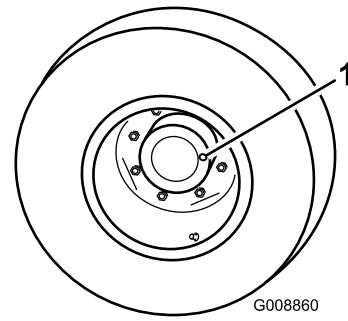
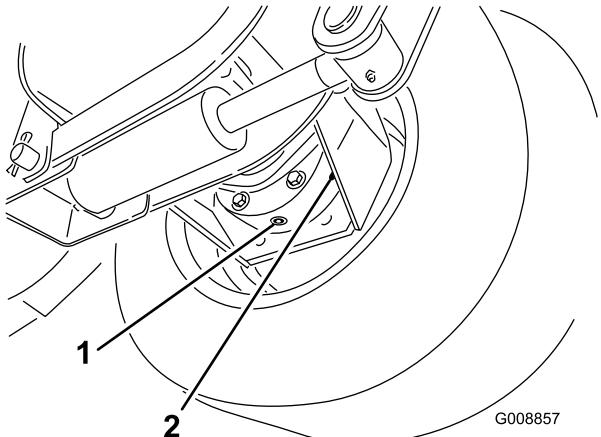

図 72
図 73
- 平らな場所で、ホイールの点検/ドレンプラグ（図 72）が時計の3時または9時の位置に来るよう停止させる。
- プラネタリ（図 72）についている点検プラグとブレーキハウジング（図 73）についている点検プラグを取る。それぞれの点検プラグの高さから3mm以内の高さまでオイルが入っていれば適正である。
3. ホイールの反対側では、ブレーキハウジング下に容器を置く(図 73)。